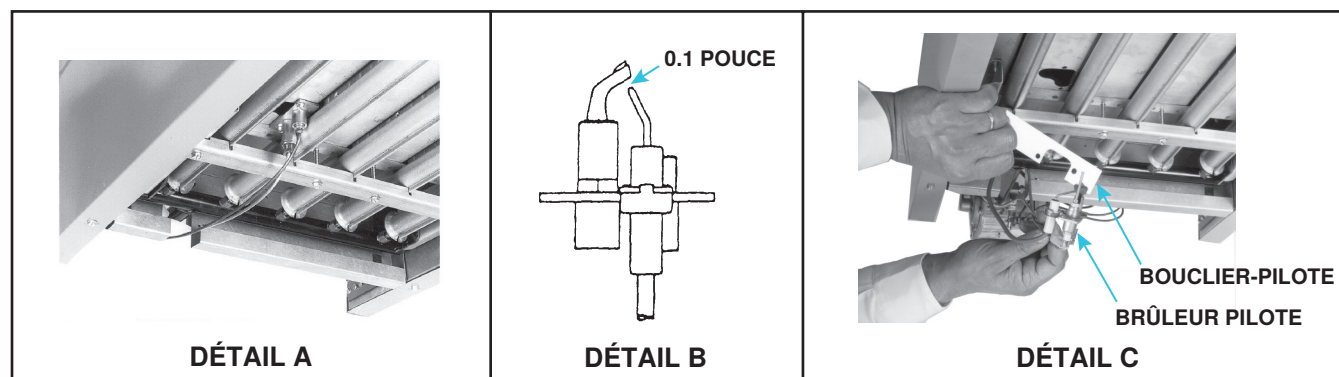

Figure 42. Ensemble de pilote
- Retirez les vis qui fixent l'ensemble pilote à allumage par allumette existant (voir Figure 42, DÉTAIL A) et retirez l'ensemble.
- Avant d'installer l'ensemble pilote d'étincelle de remplacement, assurez-vous que l'écart d'étincelle entre le couvercle du pilote et l'allumeur est de 0,1 pouce (voir Figure 42, DÉTAIL B). Ajustez l'écartement des électrodes si nécessaire en ajustant la tige tout en maintenant la base en céramique avec une pince.
- Installez le bouclier-pilote et l'ensemble pilote d'étincelle (voir Figure 42, DÉTAIL C) avec le brûleur pilote s'étendant vers le tube du brûleur.